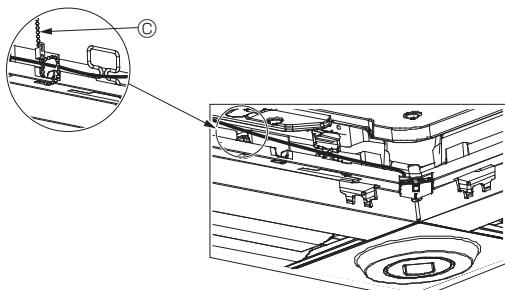

Fig. 10-12
- Sujete los cables del sensor i-See y del receptor de señales en el panel con el remache de la forma mostrada en el diagrama procurando que queden tensos, y luego corte el sobrante en el extremo del remache. (Fig. 10-12)
- Si la posición del sensor i-See ha cambiado de “○” (E) a “□” (F), cambie los ajustes de función. (Véase la página 12.)